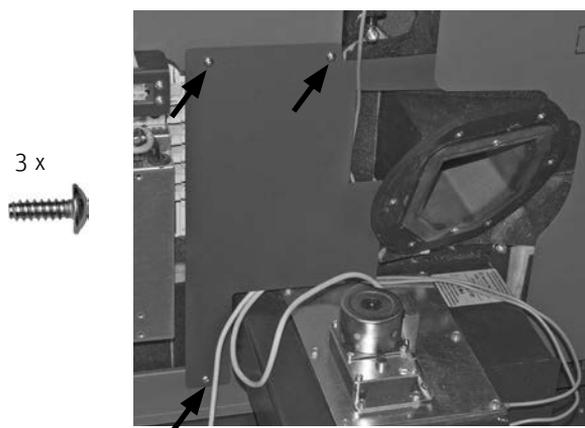

Fig. 99 Copertura sopra gli scarichi della trazione
- Avvitare la copertura sopra gli scarichi della trazione con 3 viti autofilettanti – Fig. 99.